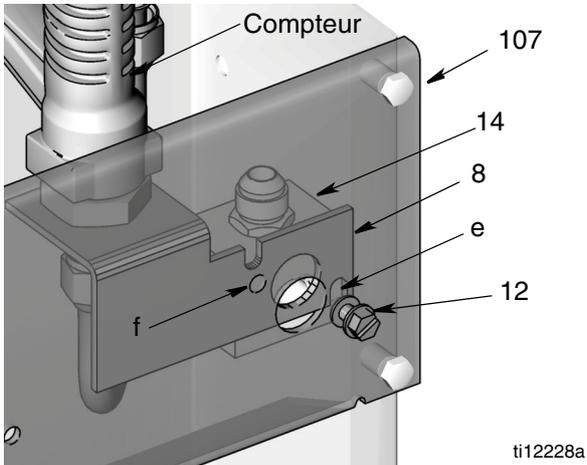
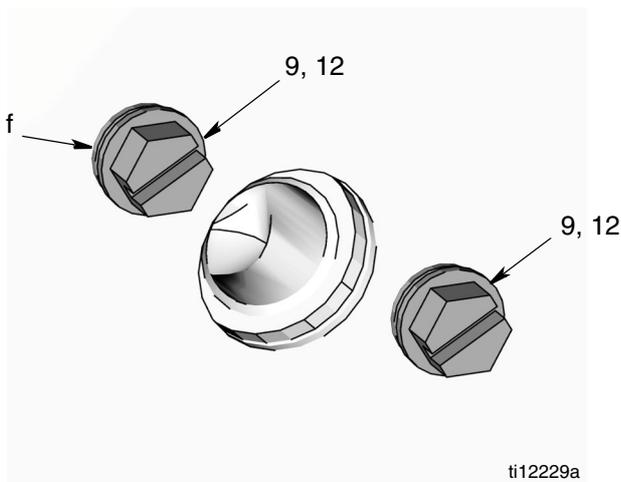

FIG. 14
FIG. 15
Le support (8) devrait s'encaster entre le collecteur (14) et le panneau avant (107) et le cran d'arrêt (e) s'adapte au dessus des filets sur la vis (12) (installé à l'étape 3) (voir FIG. 14).
5. Installez la rondelle (9) et la vis (12) dans l'ouverture (f) (FIG. 14 et FIG. 15). Serrez fermement.